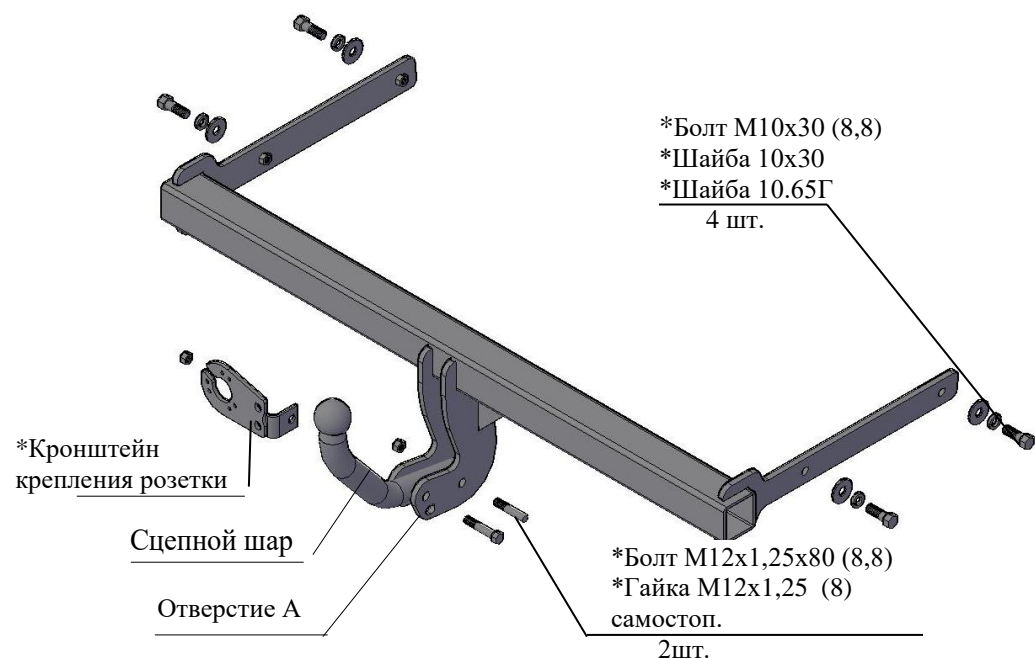

Рис.1 Тягово-сцепное устройство ТСУ 9710.
2.1 ТСУ 9710 в сборе (рис.1)	1 шт.
2.2 Пакет с комплектующими (см. рис.1)	1 шт.